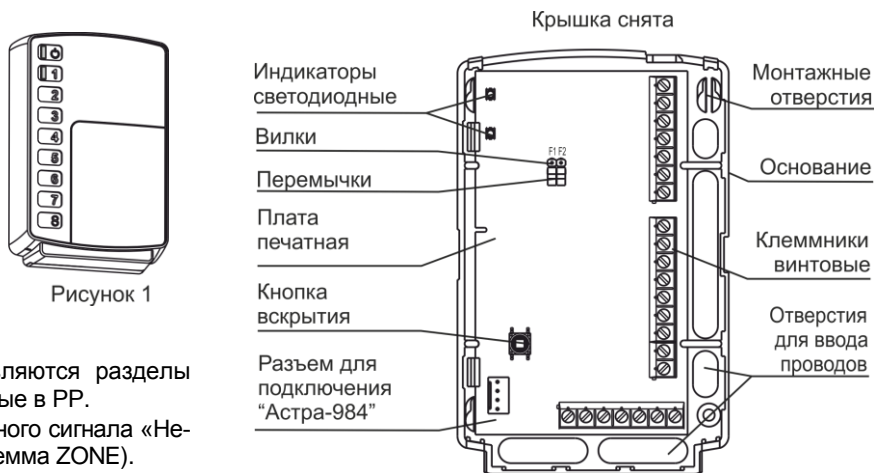

Рисунок 2
4.1 Конструктивно БРС выполнен в виде блока, состоящего из основания и съемной крышки. Внутри блока смонтирована печатная плата с радиоэлементами (рисунок 2).
- 6) Подключить устройство сопряжения «Астра-984» к плате БРС, используя специальный разъем на плате БРС (см. рисунок 2).